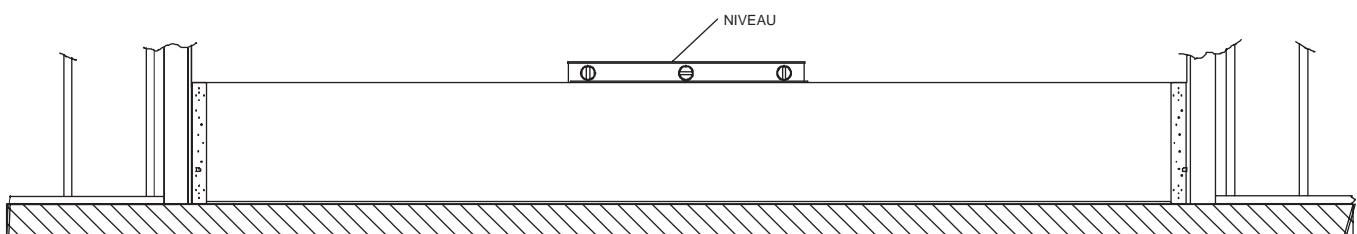

FIGURE 3
2) Attachez le coupe-froid aux jambages avec des vis. Notez bien que le coupe-froid doit excéder 1/8 de pouce vers l'intérieur tel que montré en figure 3.